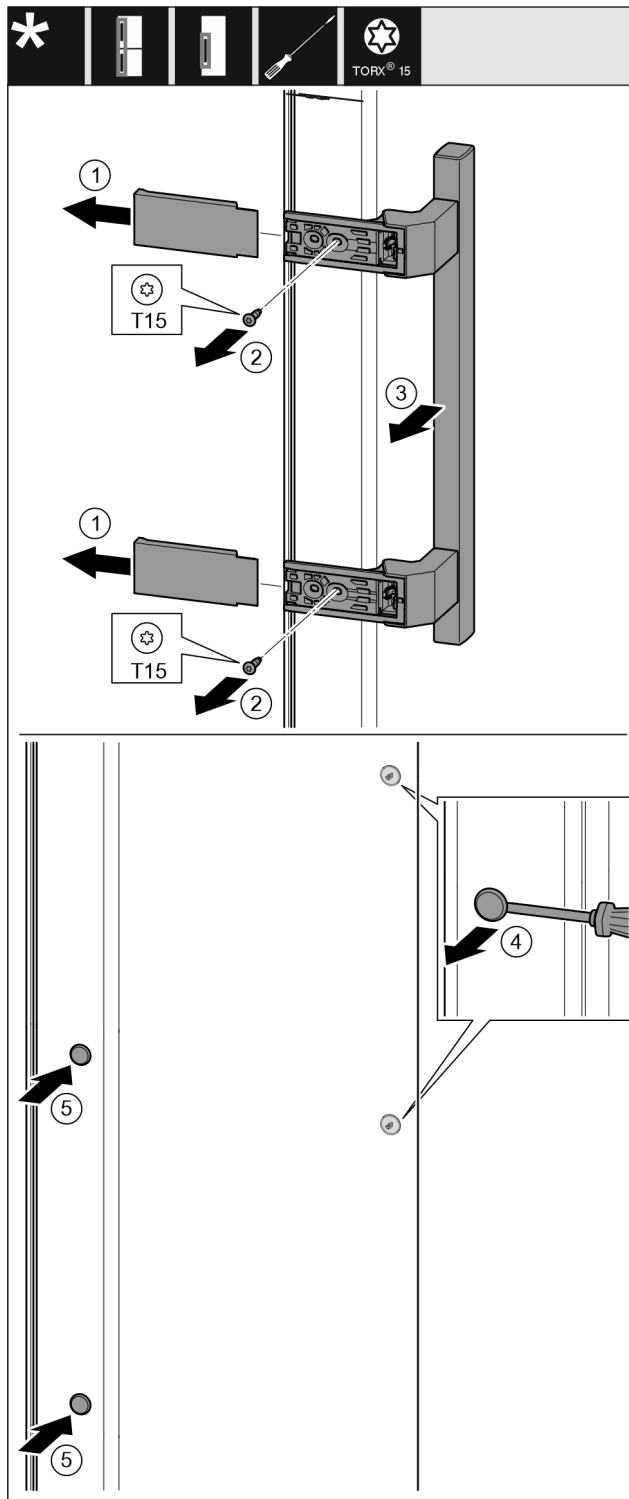

Fig. 28
- Dra bort skyddet. Fig. 28 (1)
- Skruva ur skruvarna med skruvmejsel T15. Fig. 28 (2)
- Ta bort handtaget. Fig. 28 (3)
- Använd en spårskruvmejsel och lyft försiktigt pluggen på sidan och dra ut den. Fig. 28 (4)
- Sätt in pluggen på andra sidan igen. Fig. 28 (5)